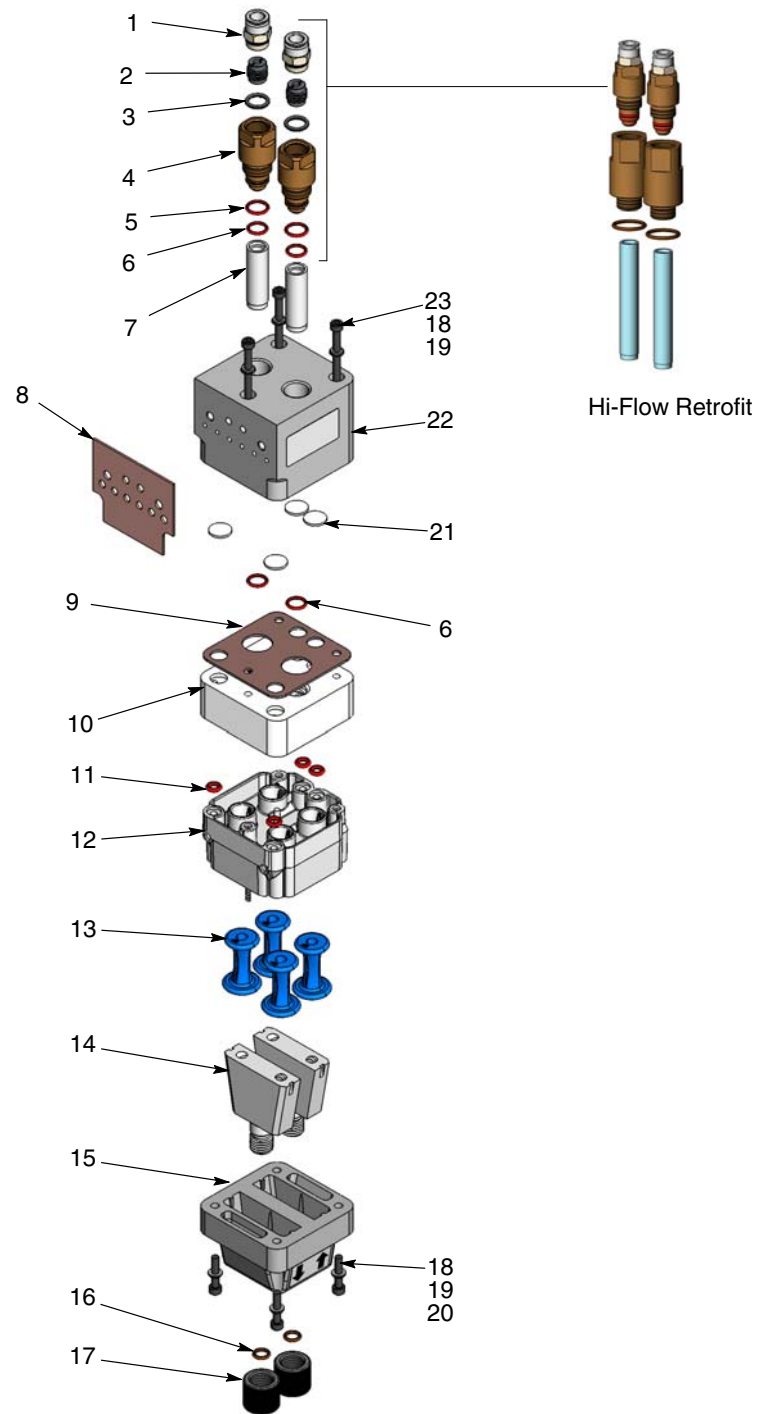

Figura 6-5 Desmontaje de la bomba
4. Ver la figura 6-5. Empezando con los tubos de fluidificación, desmontar la bomba tal y como se muestra a continuación. No es necesario retirar las juntas obturadoras pegadas con cola a no ser que estén dañadas.